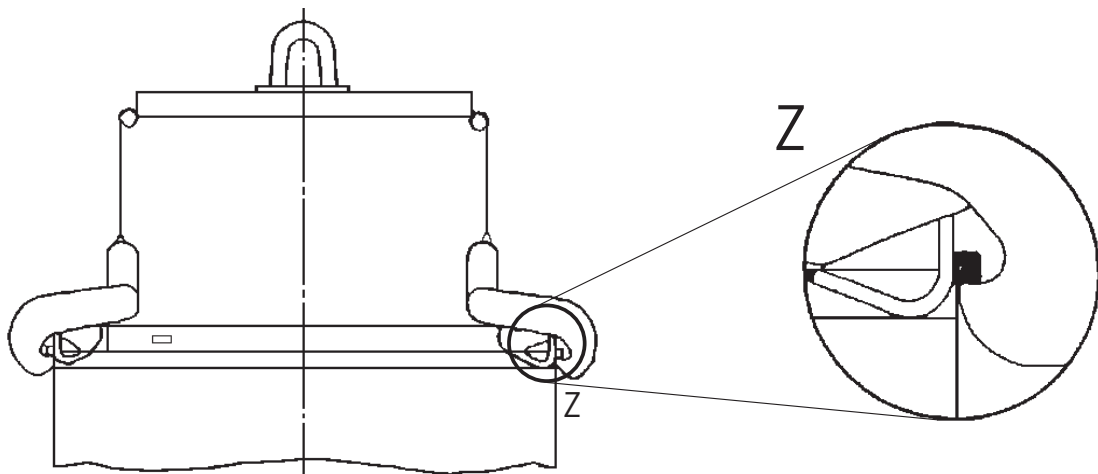

Fig. 3
- Las mordazas deben coger completamente el borde exterior del bidón que se va a transportar (Fig. 3).
Mientras las dos mordazas de agarre se abren en los extremos, el tubo de apoyo es ajustado al diámetro del bidón extendiéndolo o retraiéndolo. Las mordazas de agarre se cierran ahora y aseguran una conexión positiva junto con el tubo de apoyo cogiendo por lo tanto la carga de forma absolutamente segura (Fig. 3). El bidón puede ser ahora transportado.